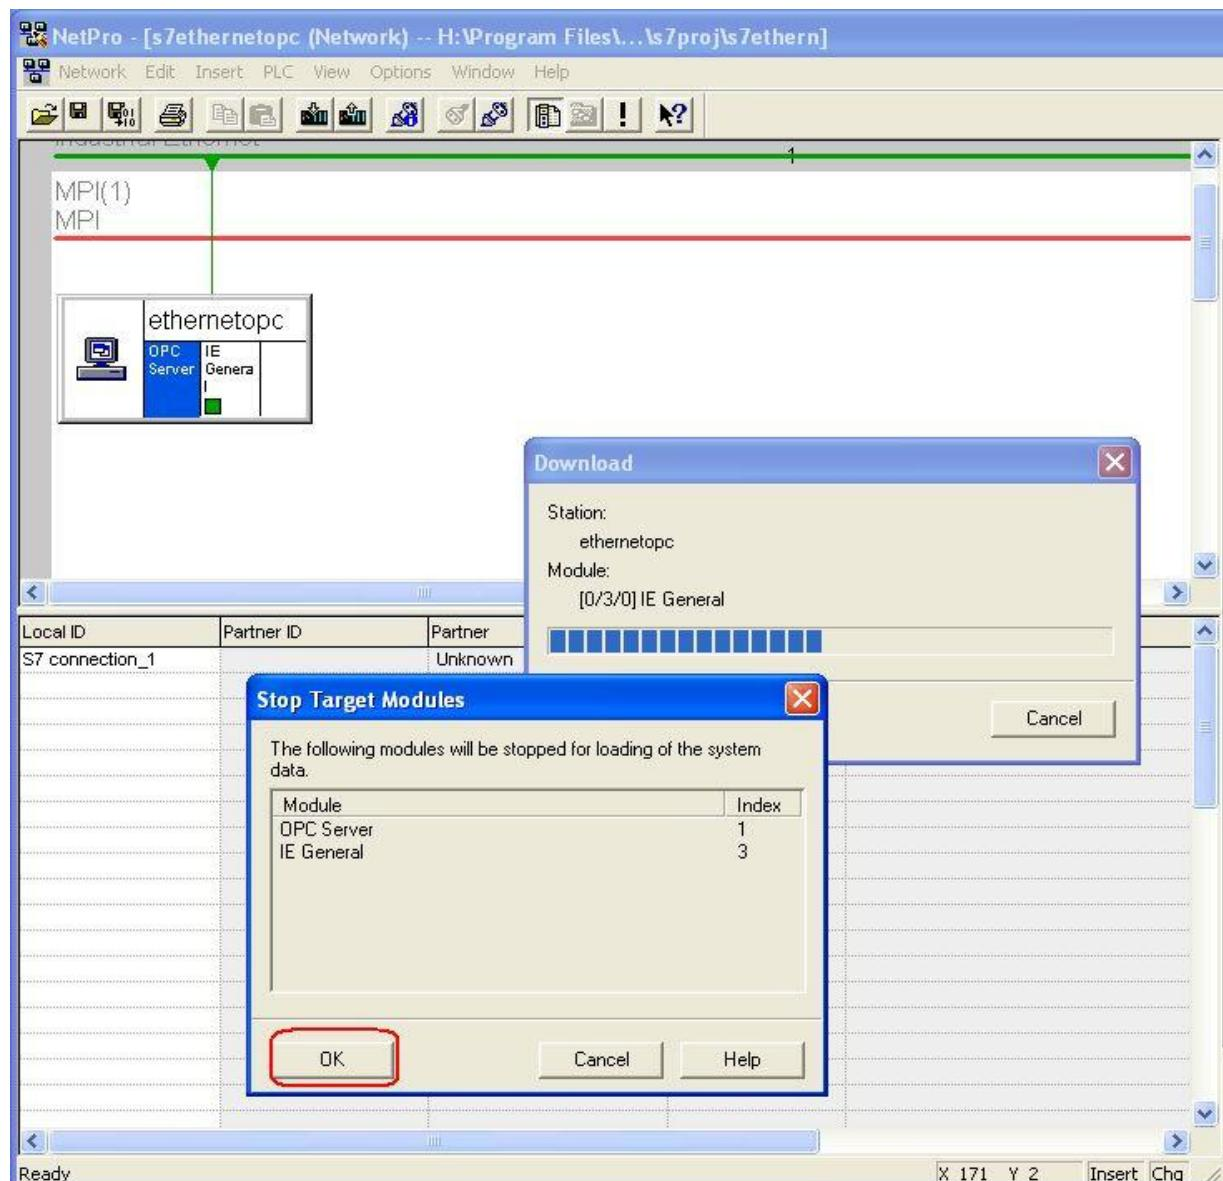

图 21：组态下载
- 1) 打开 OPC Scout，(Start>SIMATIC>SIMATICNet>OPC Scout)，如图 21 双击“OPC SimaticNet”在随之弹出的“ADD Group”对话框中输入组名，本例命名为“OPC_ETHERNET”。点击 OK 确认。